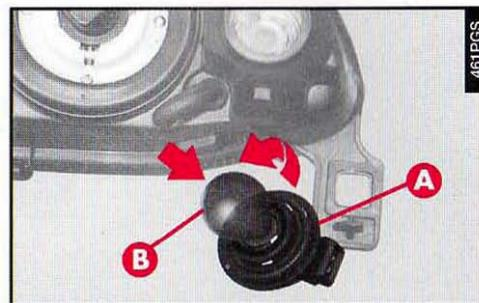

fig. 50
– Sortir l'ampoule (**B-fig. 50**) du porte-lampe (**A**) en la poussant légèrement et en la tournant dans le sens contraire des aiguilles.